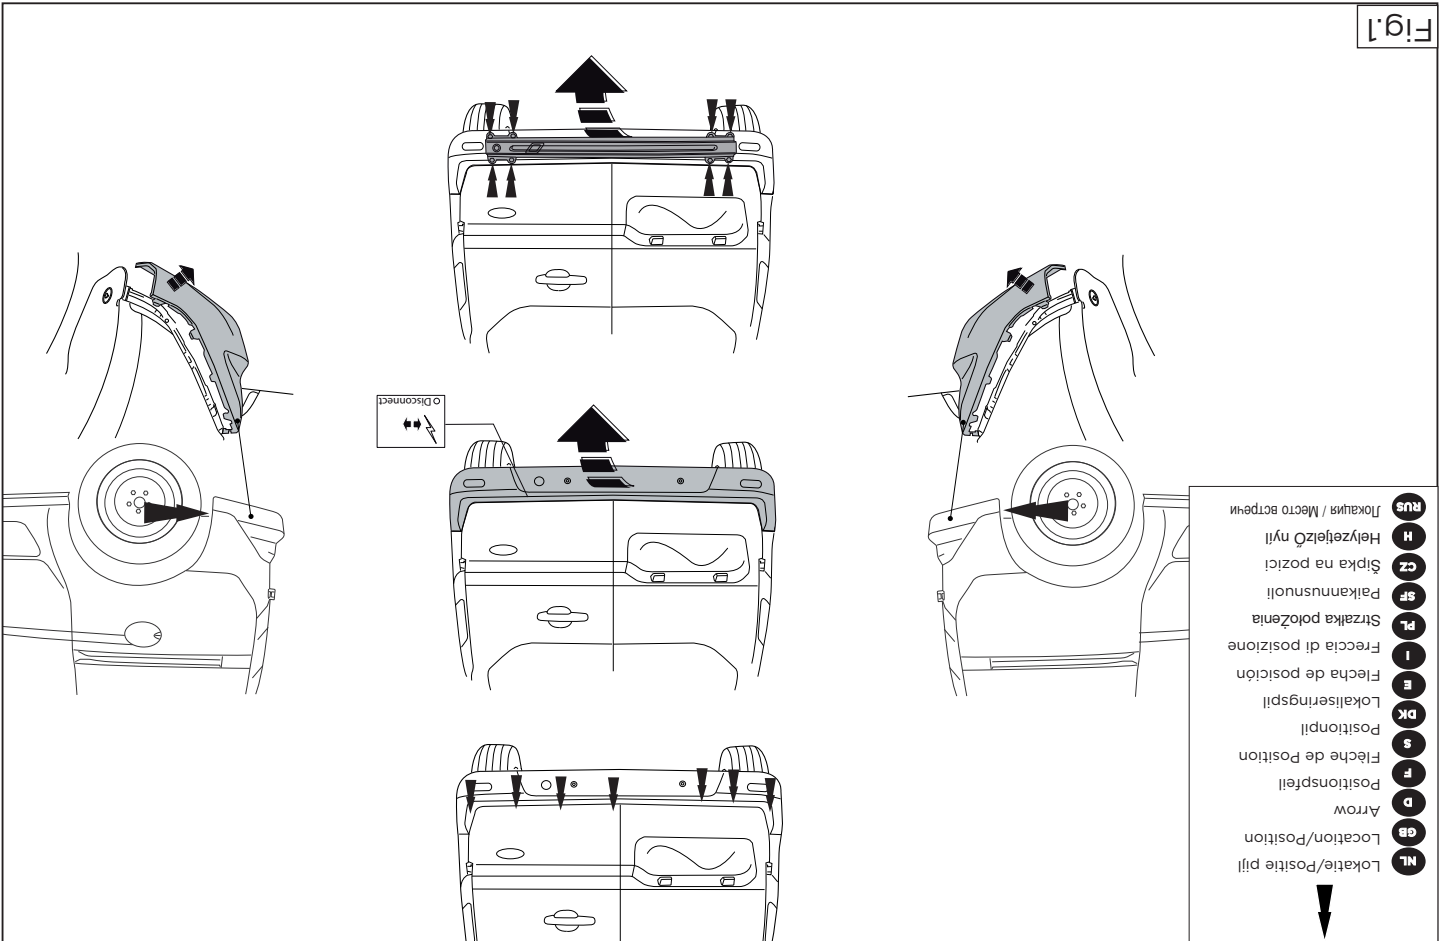

Fig.1
1. Remove the bumper and the steel buffer beam from the vehicle. The buffer beam will no longer be needed. See figure 1.
1. Die Stoßstange einschließlich des stählernen Stoßbalkens vom Fahrzeug abmontieren. Der Stoßbalken wird nicht mehr benötigt. Siehe Abbildung 1.
1. Déposer le pare-chocs du véhicule y compris la traverse en acier la traverse ne sera plus utilisée. Voir la figure 1?.
1. Снять бампер вместе со стальным буферным брусом автомобиля буферный брус больше не понадобится. См. рисунок 1 .
1. Demonter kofangeren, inklusive køretøjets stålstødbjælke. Denne bliver overflødig. Se fig.1.